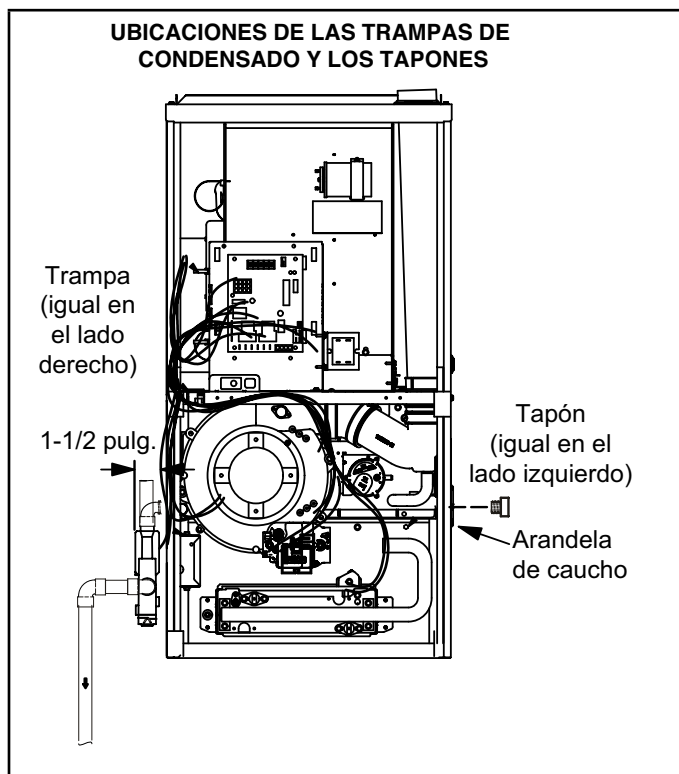

FIGURA 43
- 2 - Use un destornillador grande de punta plana o una extensión de la boquilla de accionamiento de 1/2" y retire el tapón (Figura 43) de la caja del cabezal del extremo frío en la ubicación apropiada en el costado de la unidad. Instale el accesorio del codo macho hembra de 3/4 NPT en la caja del cabezal del extremo frío. Use cinta de Teflón o un recubrimiento para tuberías apropiado.